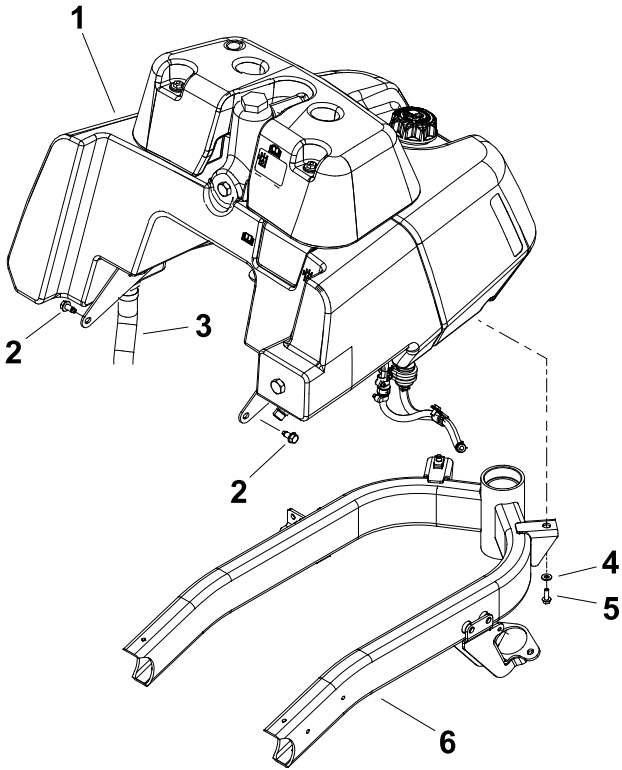

图1
- Greensmaster 3300 或 3320 机器：图1